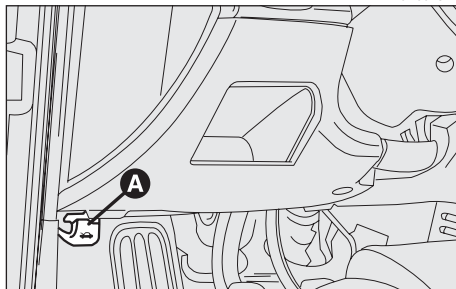

fig. 160
– Tirer le levier d'ouverture (**A-fig. 160**) jusqu'à entendre le déclic de décrochage.